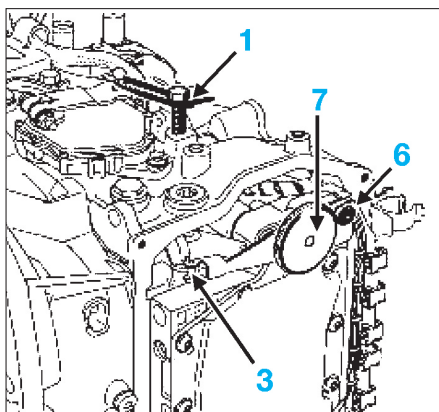

FIG. 12
• Maintenir le levier du contacteur multifonction en position extrême (première imposée) à l'aide d'un collier plastique et d'une vis (1) dans le carter du mécanisme (fig. 12).
• Positionner (fig. 12 et 13) :
- la lame de billage en plaçant le rouleau (3) dans le creux (4) du secteur cranté (5) correspondant à la première imposée.
- la vis de fixation (6) de l'équerre de la lame de billage sans la serrer.